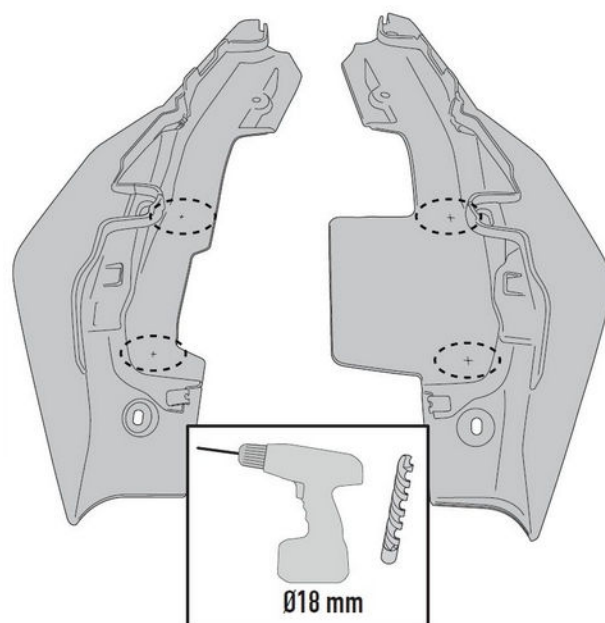

図 2
2. 手順 1 で取り外した純正サイドインナーカバー-ASSY（左右）内側にあるけがきポイントを頼りに、4箇所穴を開けます。（図 2 参照）